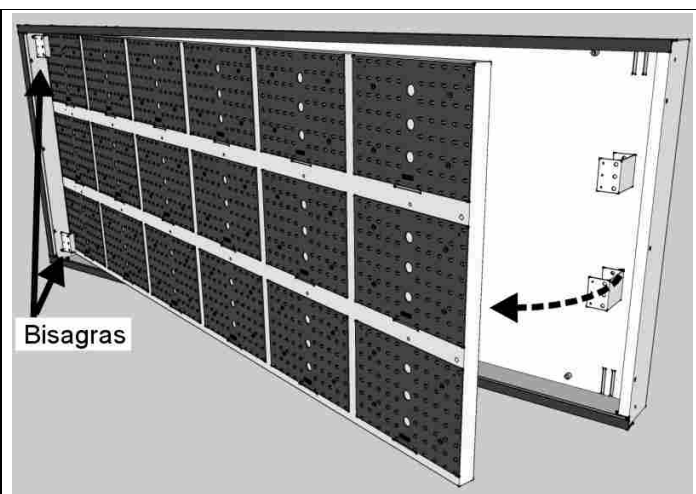

Fig. 13: Apertura del soporte de las tarjetas de LEDs
5. Abra el soporte donde están montadas las tarjetas de LEDs (Fig. 13) haciendo palanca en las bisagras del lado izquierdo.